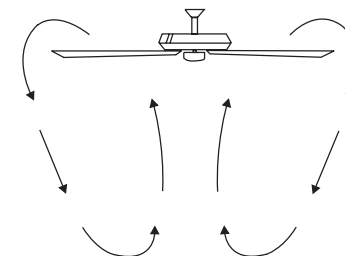

Fig. 24
**Opération temps frais :** Inversion (dans le sens des aiguilles d'une montre). Un flux d'air ascendant déplace l'air chaud hors des zones de plafond (Fig.24). Cela vous permet de régler votre unité de chauffage sur un réglage plus froid sans affecter votre confort général.